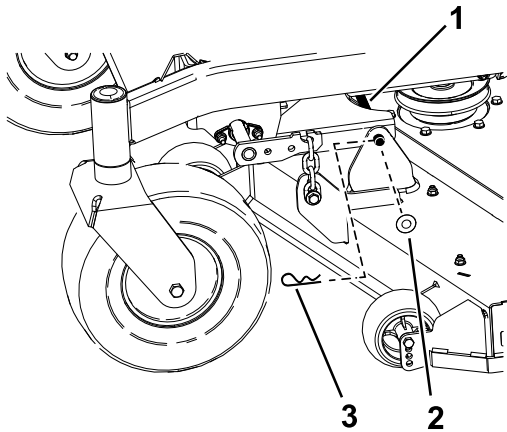

Figure 76
6. Retirez la goupille fendue et la rondelle qui fixent l'axe de liaison au cadre et au plateau, et déposez l'axe (Figure 76).
9. Fixez l'axe de liaison avec les goupilles fendues et les rondelles retirées précédemment (Figure 76).